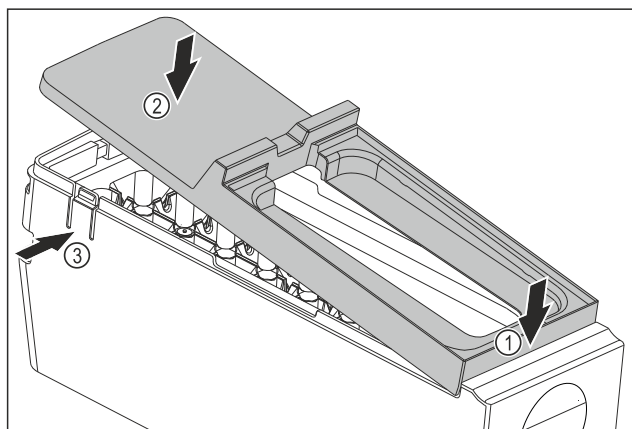

Fig. 215
- ▶ Montaż osłony korpusu EasyTwist-Ice: Osłonę założyć od przodu. Fig. 215 (1)
- ▶ Opuścić osłonę z tyłu. Fig. 215 (2)
- ▶ Osłona zatrzaskuje się słyszalnie w obu nakładkach Fig. 215 (3).